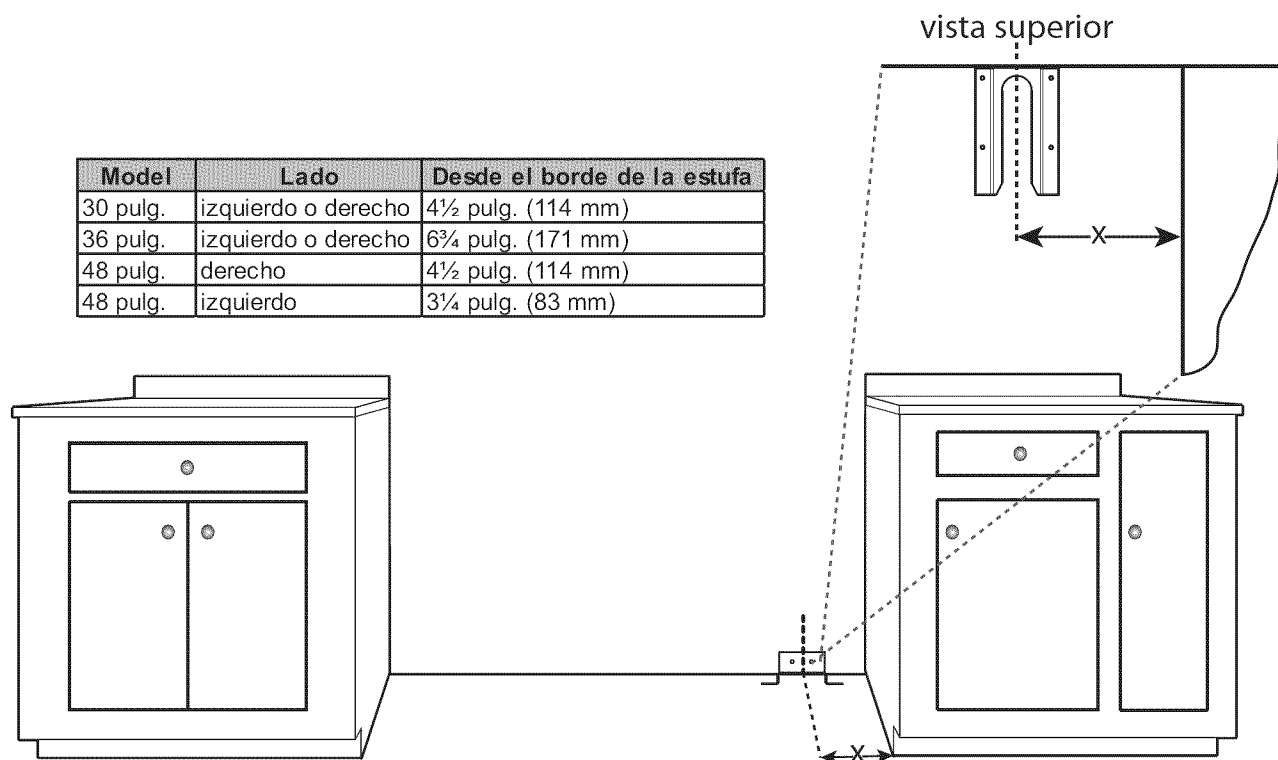

Figura 8: Colocación del dispositivo antivolcadura
1. Coloque el soporte sobre el piso en la posición indicada en la *Figura 8*.
2. Fijelo al suelo y a un travesaño con los (4) tornillos estrella de 1,5 pulg. (38 mm) proporcionados.